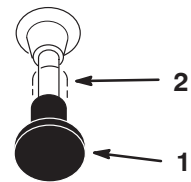

Figure 12
4. Placez la manette de starter en position En service pour démarrer à froid (Fig. 12).
7. Lorsque le moteur a démarré, amenez progressivement la manette de starter en position Hors service (Fig. 12). Si le moteur cale ou hésite, ramenez la manette de starter à la position En service pendant quelques secondes. Réglez ensuite la manette d'accélérateur à la position voulue. Répétez l'opération si nécessaire.